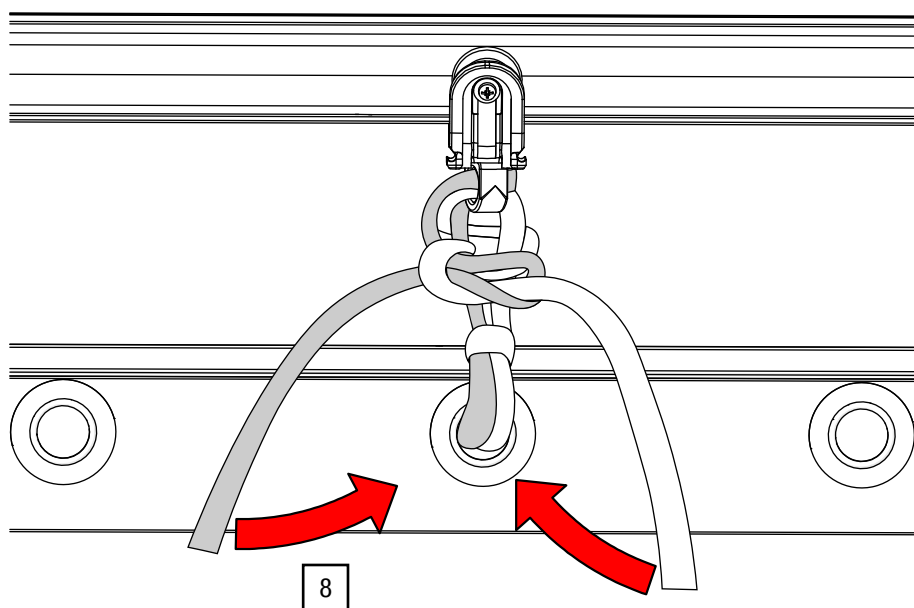

Abb. 96: Bindeband – Lose Enden in Vorhangöse sichern
8. Sichern Sie die losen Enden, indem Sie diese durch die Vorhangöse ziehen (siehe Abb. 96).